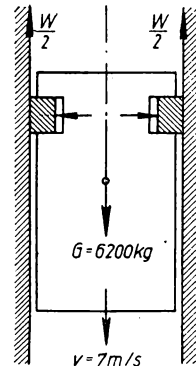

Bild 55
**194.** Ein mit  $7 \text{ m/s}$  gleichförmig abwärtsfahrender Förderkorb in einem Bergwerke stürzt infolge Seilbruchs ab, wird jedoch durch die in demselben Augenblicke eingreifende Fangvorrichtung auf  $13 \text{ m}$  Fallweg gebremst. Das Gewicht des Korbes beträgt  $6200 \text{ kg}$ . Welche senkrechte Widerstandskraft  $W$  der Reibung (Bild 55) üben dabei die Bremsschuhe der Fangvorrichtung, gegen die beiden Führungsschienen des Schachtes gepreßt, hemmend nach oben aus?